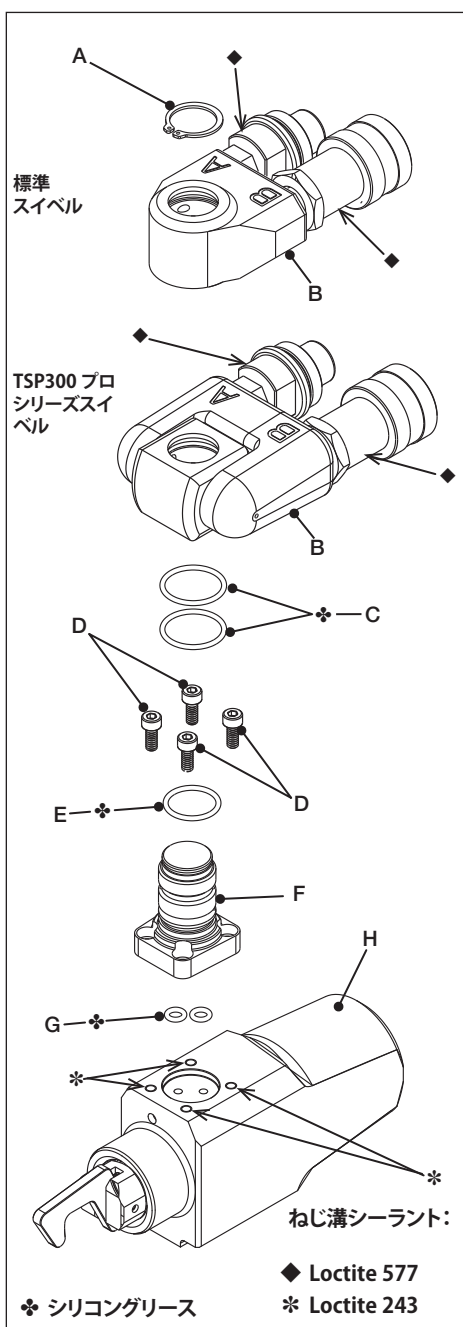

图16
5.3 完全整備 - 油圧スィベルとドライブユニット (図16、17、19)
- 少量のLoctite 243ねじ溝シーラントをドライブユニットのねじ穴に塗布します。位置については図16の(*)を参照してください。
- Oリング (G) 2枚をスイベルポスト (F) のベース部分のポートに取り付けます。
- 油圧ポートの位置が合うように注意しながら、スイベルポスト (F) をドライブユニット (H) に置きます。Oリング (G) が落下したり、挟まったり、切断されたりしないように注意してください。
- ソケットヘッドキャップねじ (D) を取り付け、以下のようにして締め付けてください。